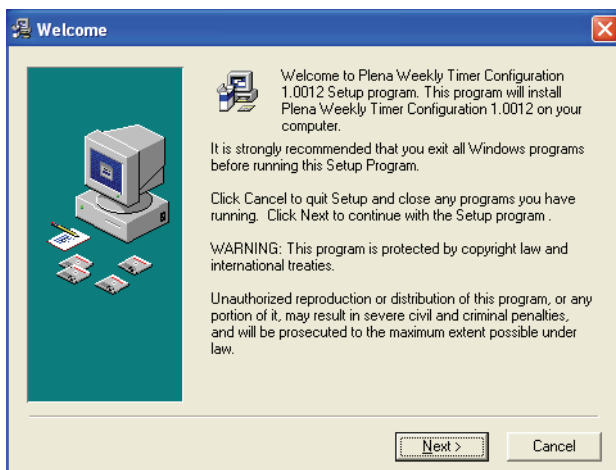

figura 8.1: Boas-vindas
- 1 Coloque o CD-ROM do Plena na unidade de CD-ROM do PC. O CD-ROM inicia-se automaticamente e é visualizada uma janela semelhante à ilustrada na figura 8.1. Se o CD-ROM não iniciar automaticamente: